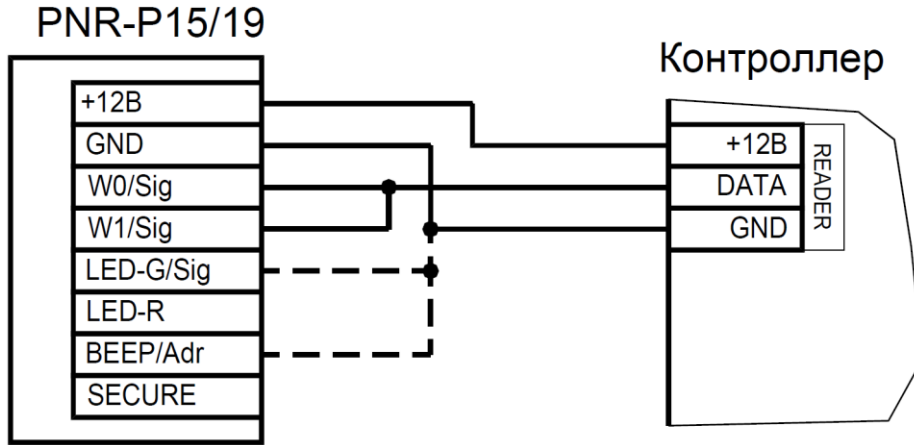

Рисунок 5. Подключение считывателя в режиме Touch Memory
- При работе в режиме Parsec линия SIG считывателя (зеленый, белый и оранжевый провода: W0/SIG, W1/SIG и LED-G/SIG) является двунаправленной (таблица 2, рисунок 5 и 6). По ней считыватель передает контроллеру считанный с карты код во внутреннем формате системы Parsec.
Для работы считывателя в режиме интерфейса Touch Memory соедините белый и зеленый провода (W0/SIG и W1/SIG) и подключите их к клемме считывателя на контроллере (рисунок 5).